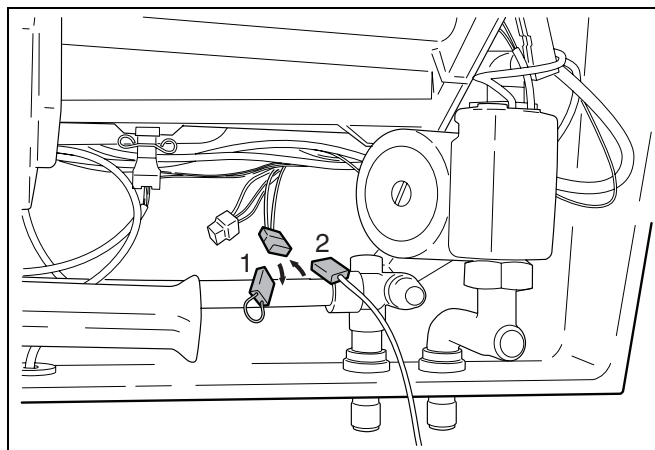

Fig. 22 Senzor de apă caldă FB pentru boiler
- Se îndepărtează și ștecherul punte (fig. 22, poz. 1). Culori ale cablului: negru/alb și violet.
- Cablul prelungitor, lungime de 3 m (fig. 22, poz. 2), pentru senzorul de apă caldă se racordează la ștecher, iar senzorul se montează în boiler.